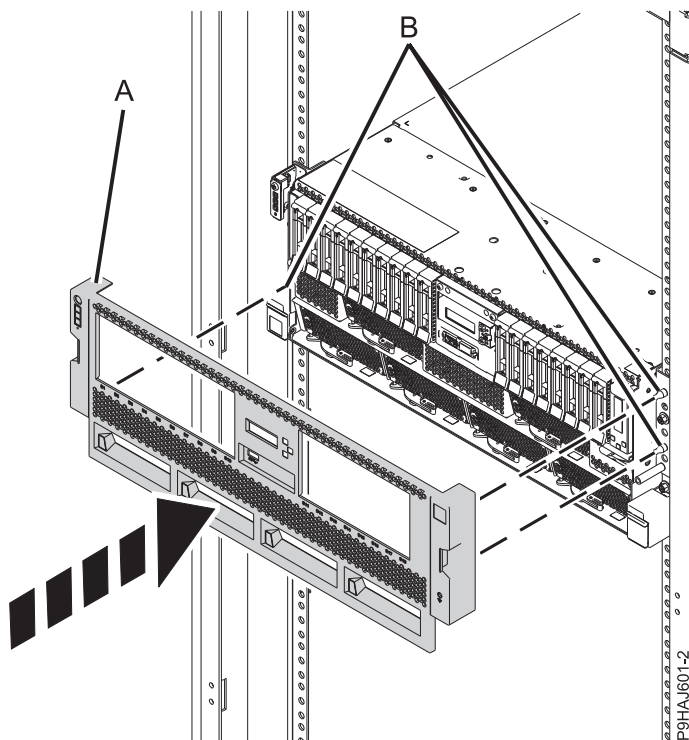

Figura 13. Instalarea capacului frontal
2. Împingeți ușor capacul frontal (**A**) până când capacul ajunge la locul lui. Capacul are adâncituri pentru a-l ține mai ușor. Utilizați pinii de aliniere (**B**) pentru a fixa capacul la sistem, după cum se arată în Figura 13 la pagina 26.